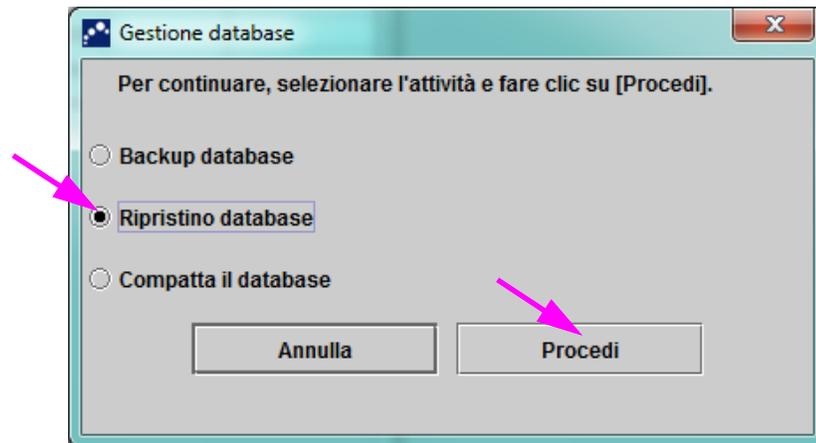
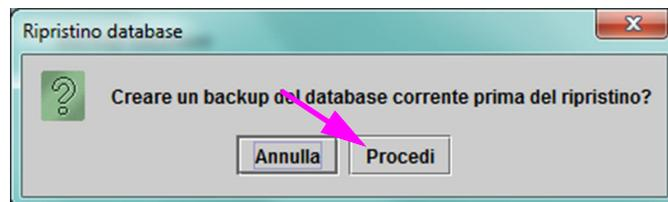

Figura 5-76. Finestra Gestione database
Figura 5-77. Finestra di dialogo Ripristino database
2. Fare clic su **Procedi**. Verrà visualizzata una finestra di dialogo con un messaggio che chiede se si desidera eseguire il backup del database corrente prima del ripristino (scelta consigliata). Vedere la Figura 5-76.
3. Fare clic su **Procedi** nella finestra di dialogo di conferma Ripristino database per proseguire con il backup del database (vedere la Figura 5-76). Viene visualizzata l'area di lavoro Backup database Vedere la Figura 5-77.
4. Individuare e selezionare la cartella nella quale si desidera memorizzare il file di backup, digitare un nome per il file di backup o usare il nome predefinito, quindi fare clic su **Salva**. Vedere la Figura 5-77.